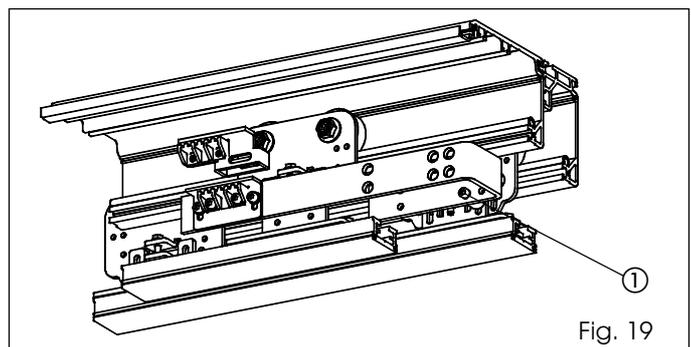

Fig. 19
•Destornille los tres tornillos como se indica en la fig. 19 ref. ① y regule la hoja.